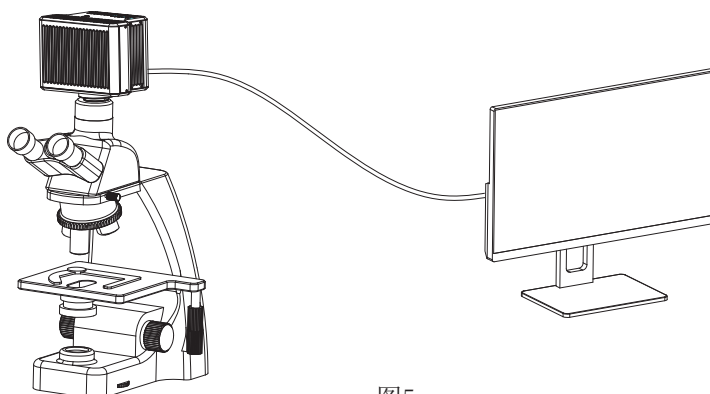

图5
(1) 把教师端互动工作站装在显微镜后，用网线将互动工作站的PC接口/LAN端口连接Windows电脑，如下图5：